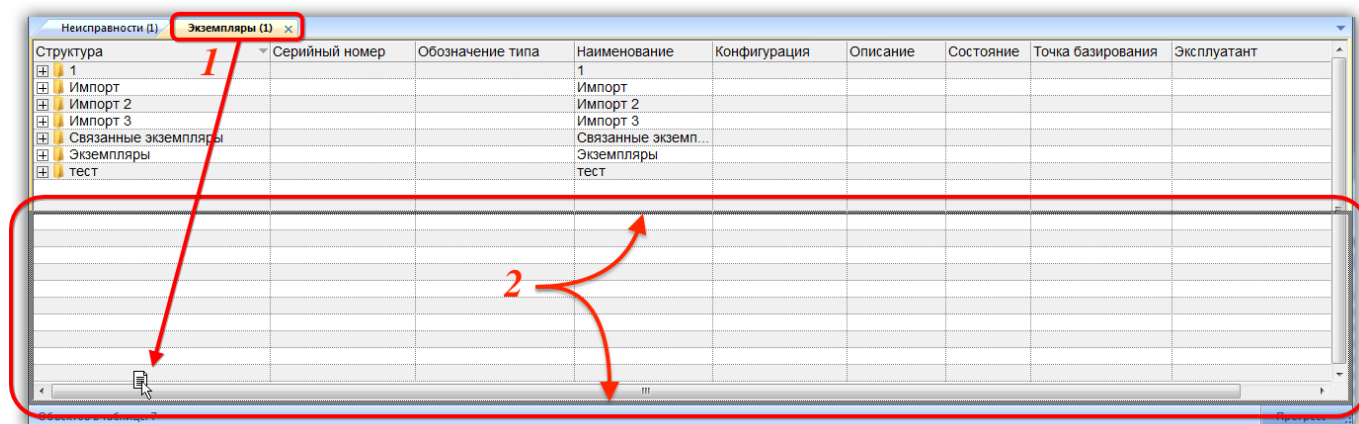
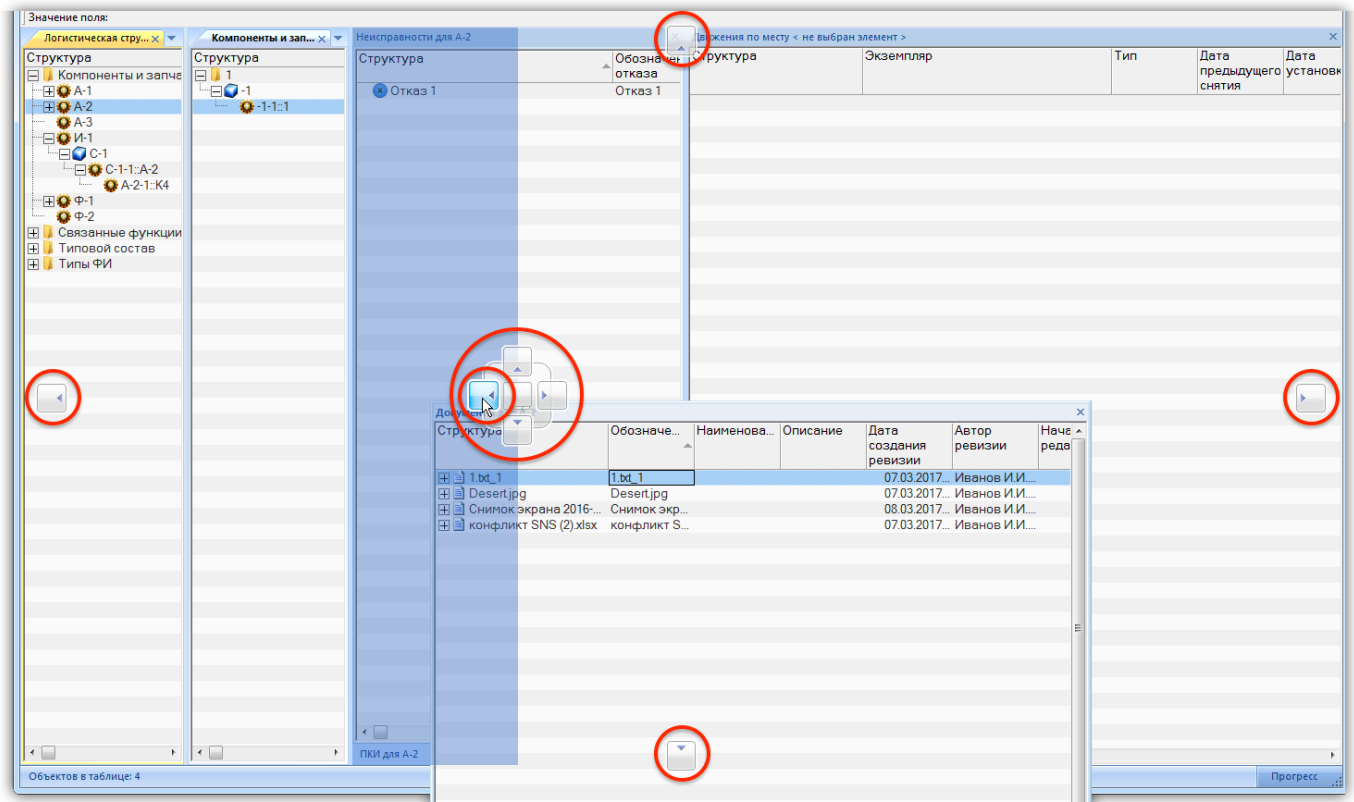

Рис. 5-73 – Рамка, показывающая место, куда будет перемещено рабочее окно
Рис. 5-82 – Кнопки навигации при перемещении окна связанных объектов
Для перемещения активной вкладки мышью необходимо выделить ее заголовок (1 на рис. 5-73) и, удерживая ее левую кнопку мыши, переместить вкладку на новое место, которое обводится темной рамкой, как показано на рис. 5-73 (2).
При перемещении мышью связанных рабочих окон можно воспользоваться используется метод, отличный от перемещения основных рабочих окон. Если для основных рабочих окон необходимо добиться, чтобы новое место размещения окна было обведено темной рамкой, как показано ранее на рис. 5-73, то в случае связанных рабочих окон на экране появляются кнопки навигации (рис. 5-82).